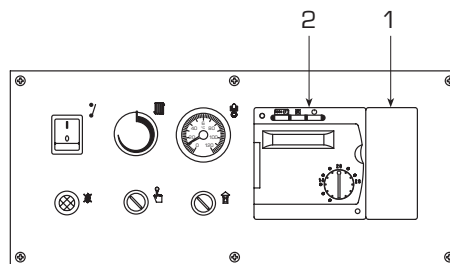

Fig. 7
Alle functies van de boiler kunnen bediend worden door de verwarmingsinstallatie code 8096303, die voorzien is van een sonde buitentemperatuur (SE) en een sonde gedompeld in de boiler (SC). (fig. 7). Voor de regelenheid moet een extra serie laagspanningsconnectors aangesloten worden om de voelers en de omgevingsunit aan te sluiten (de connectors zitten in een zakje in het bedieningspaneel).